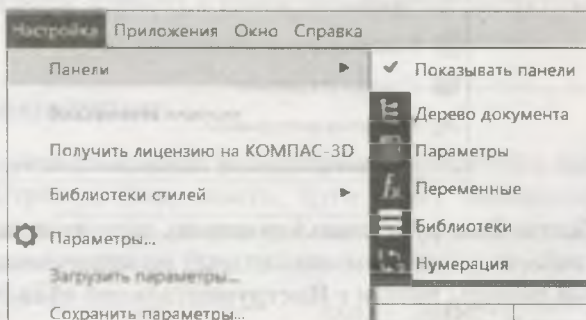

Рис. 3.11. Выпадающее меню пункта Настройка
- ♦ **Настройка** — содержит команды для включения/выключения (рис. 3.11) панели **Управления**, библиотеки стилей, панели **Параметры**;